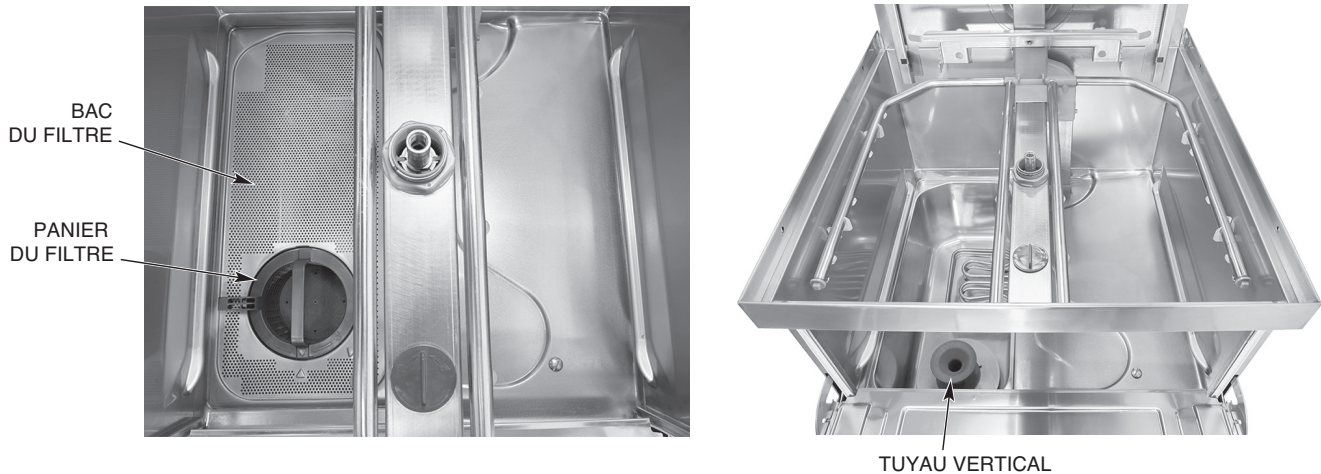

Fig. 19
6. Retirez et videz le panier du filtre, le bac du filtre et le tuyau vertical (Fig. 19). Lavez et rincez soigneusement dans un évier avec un nettoyant doux.